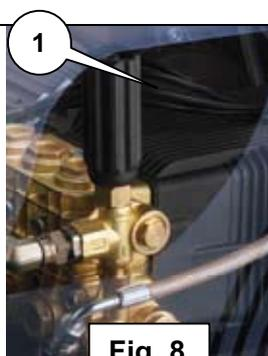
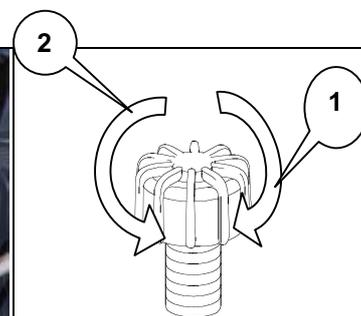

Fig. 8
Fig. 9
L'idropulitrice che vi apprestate ad usare ha la possibilità di regolare la pressione di esercizio. Avvicinarsi al cofano della macchina nella zona della finestra di accesso valvola, vedi fig. 8. Impugnare la manopola della valvola, dove prevista, o utilizzare una chiave, dove prevista, in pos. 1 e, ruotando in senso orario fig.9 pos.1 la pressione aumenta, girando la manopola in senso antiorario fig. 9 pos. 2 la pressione diminuisce.
Pulire il filtro dell'acqua, che si trova nella vaschetta. Togliere il cofano, togliere il coperchio fig8 pos.A della vaschetta, svitare il filtro di plastica pos. B. Soffiare con un getto d'aria quindi riavvitarlo rimettere il coperchio e rimontare il cofano della macchina.